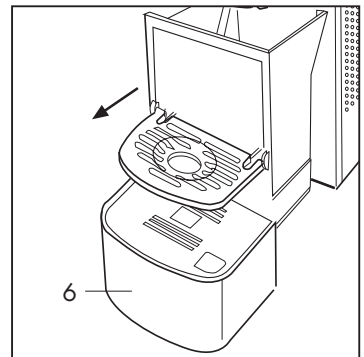

Abb. 24
Um den Kapselbehälter zu leeren, den Becher (13) entfernen und den Kapselbehälter (6) herausnehmen (**Abb. 24**)